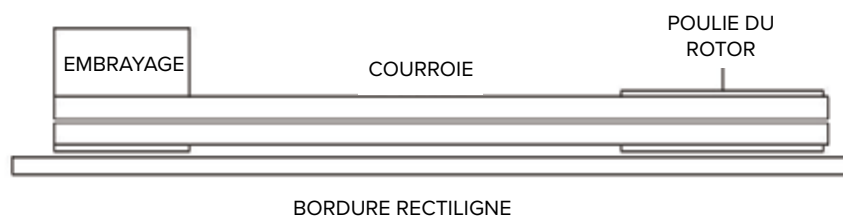

Fig. 2
5. Vérifiez l'alignement de l'embrayage avec la poulie d'entraînement en plaçant un bord droit sur les deux faces comme indiqué sur la **fig. 2**. Si un réglage est nécessaire, corrigez l'alignement en déplaçant la poulie du rotor dans ou hors de l'arbre du rotor. Ne faites pas de réglage en déplaçant l'embrayage sur le moteur arbre.